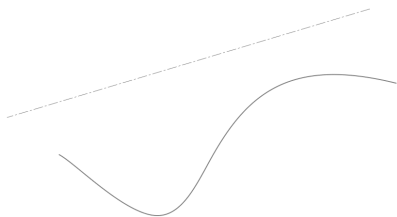

图 7-40 打开素材模型
(1) 单击常用工具栏中的【打开】按钮，打开一幅素材模型，如图 7-40 所示。